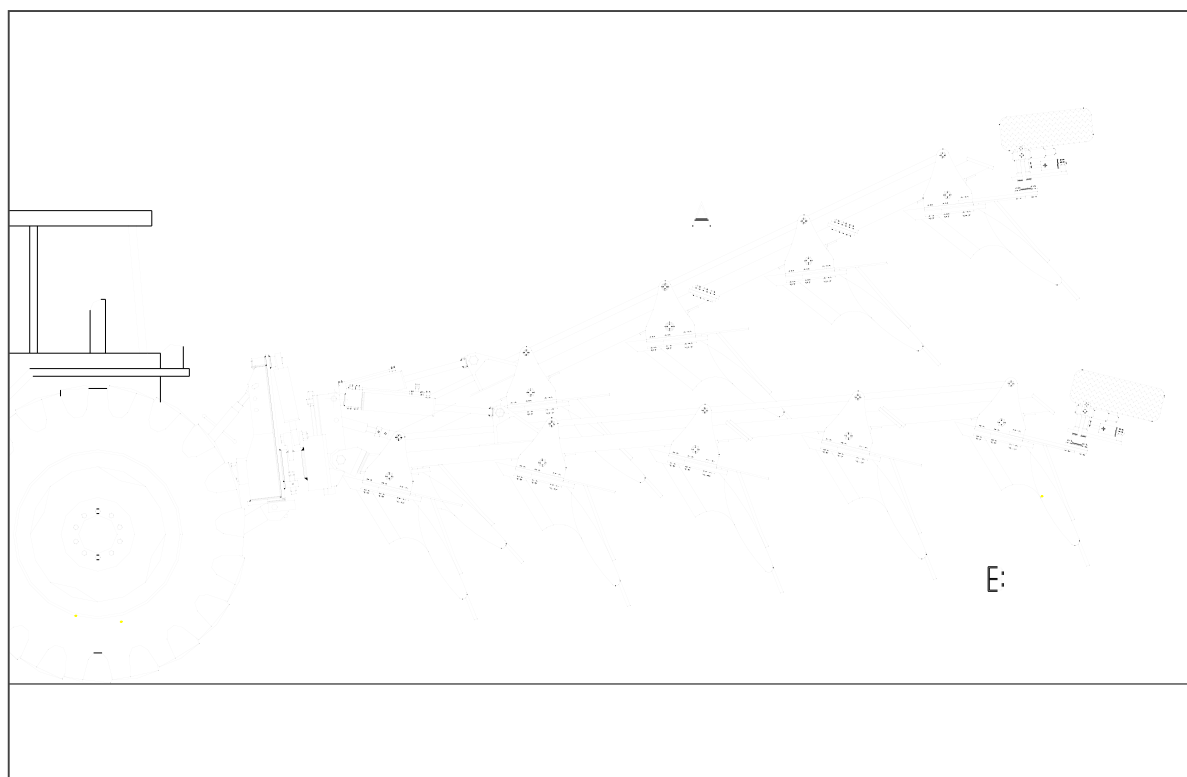

fig. 10
- In fig.10 sono rappresentate le posizioni dell'aratro durante il ribaltamento: il caso "A" corrisponde all'aratro "tradizionale", il caso "B" a quello dotato di sistema di ribaltamento bilanciato.